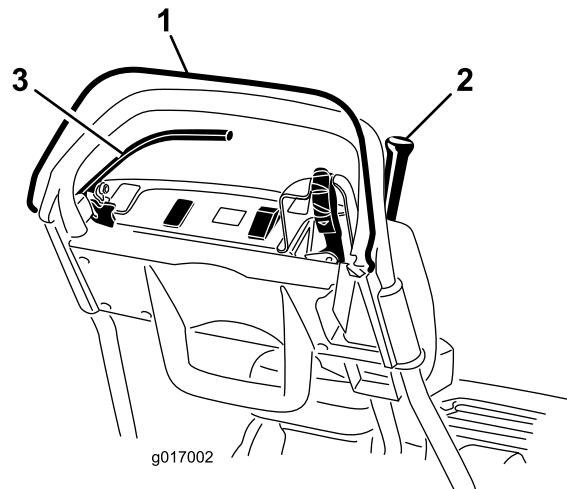

図 27
3. OPC を解除した状態で、走行レバーを入れる図 27。レバーが入らなければ正常。走行レバーが入るのはインタロックシステムの異常であるから修理する。必ず修理してから使用すること。走行インタロックスイッチの整備 (ページ 30) を参照。
4. OPC を押し、走行レバーを入れた状態から OPC を解除する図 27。走行レバーが外れれば正常。走行レバーが外れないのはインタロックシステムの異常であるから修理する。必ず修理してから使用すること。走行インタロックスイッチの整備 (ページ 30) または 走行コントロールの調整 (ページ 33) を参照。
5. OPC を押し、シフトレバーを左に入れて走行とリール回転を開始し、OPC を解除する図 27。走行レバーが外れれば正常。走行レバーが外れないのはインタロックシステムの異常であるから修理する。必ず修理してから使用すること。走行インタロックスイッチの整備 (ページ 30)、走行コントロールの調整 (ページ 33) または リールコントロールの調整 (ページ 34) を参照。
6. OPC を押し、シフトレバーを左に入れて走行とリール回転を開始し、その状態からシフトレバーを右に操作してリール回転を解除する図 27。リール駆動が解除されれば正常。走行レバーが外れないのはインタロックシステムの異常であるから修理する。必ず修理してから使用すること。リールコントロールの調整 (ページ 34) を参照。
2. OPC を押し、走行レバーを入れた状態とし、エンジンコントロールを始動位置にする図 27。エンジンの始動を試みる。始動できなければ正常。エンジンが掛かるのはスイッチの異常であるから修理する。必ず修理してから使用すること。走行インタロックスイッチの整備 (ページ 30) を参照。
2. 走行レバーを解除した状態とし、常用ブレーキを掛けた状態とし、エンジンコントロールを始動位置にする図 27。エンジンの始動を試みる。エンジンが始動すれば正常。エンジンが掛からないのはスイッチの異常であるから修理する。必ず修理してから使用すること。ブレーキインタロックスイッチの整備 (ページ 31) を参照。
3. エンジンを始動させ、常用ブレーキ駐車ブレーキではなくを掛け、OPC を押した状態から走行レバーを入れる図 27。機体が走行しようとするが、エンジンは停止しない。エンジンが停止するのはスイッチの異常であるから直ちに修理する。必ず修理してから使用すること。ブレーキインタロックスイッチの整備 (ページ 31) を参照。
4. エンジンを始動させ、駐車ブレーキラッチを掛け、OPC を押した状態から走行レバーを入れる図 27。エンジンが停止すれば正常。エンジンが停止しないのはスイッチの異常であるから修理する。必ず修理してから使用すること。ブレーキインタロックスイッチの整備 (ページ 31) を参照。